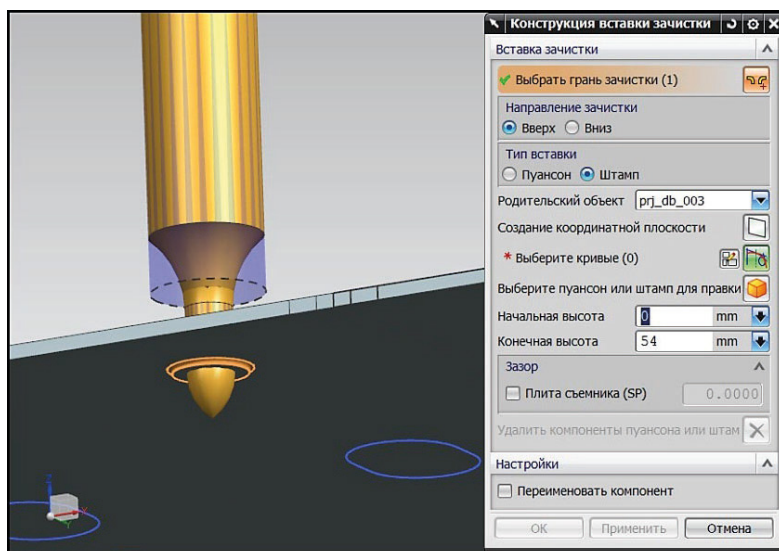

Рис. 10.21. Выбранная грань полуфабриката
10. Нажмите кнопку **Выберите грань зачистки** и укажите грань полуфабриката, как показано на рис. 10.21.